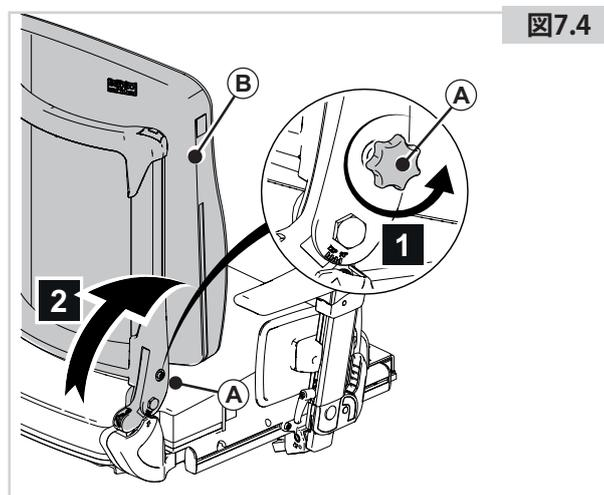

図7.4
7.3 バックレストのクイックリリースを引き倒す (図7.4)